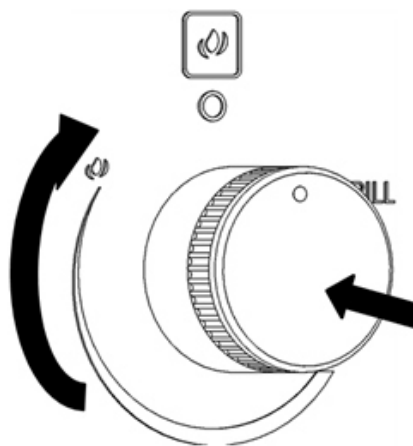
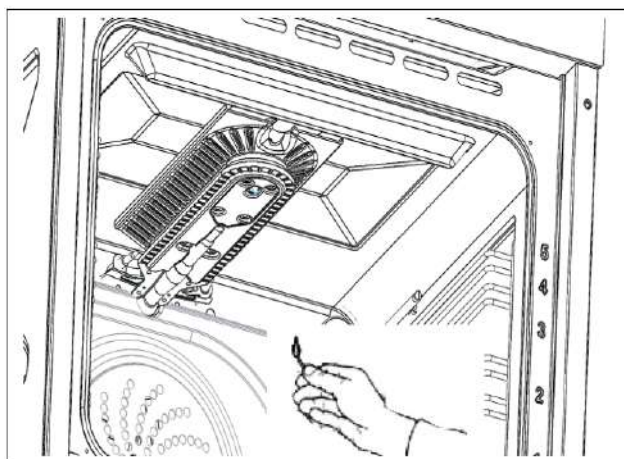

Рис. 6
Рис. 7
2. Натисніть ручку термостата, щоб розпочати електричне розпалювання і, утримуючи ручку натиснутою, повертайте її за годинниковою стрілкою (Рис. 6), поки вона не досягне положення «GRILL» (ГРИЛЬ).
Щоб виконати розпалювання вручну (у разі відсутності електроживлення), наблизьте полум'я зліва та справа від пальника (Рис. 7) на стелі порожнини, а потім натисніть і поверніть ручку термостата (Рис. 6).